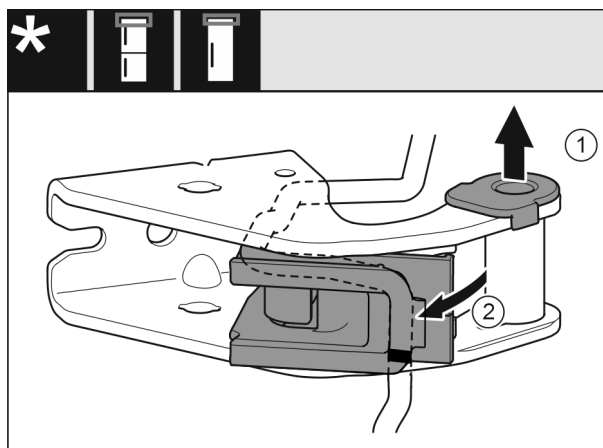

Fig. 27
- ▶ Húzza ki a csapágyperselyt Fig. 27 (1) a vezetősínből.
- ▶ Fordítsa ki a kábeltartót Fig. 27 (2).